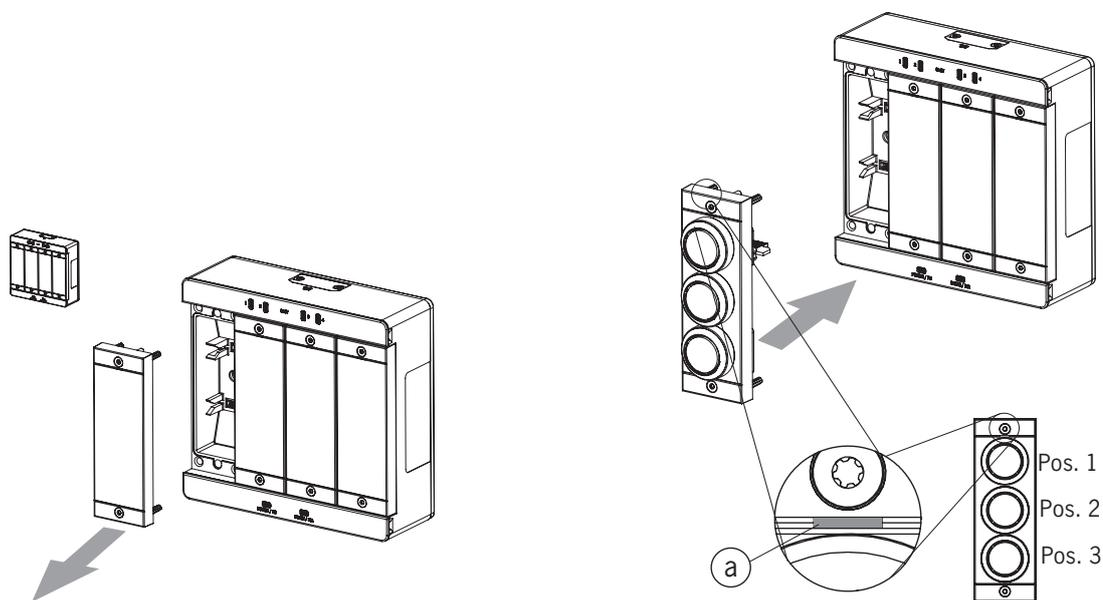

Figura 2: Montaje de un submódulo
- ▶ Tenga en cuenta la orientación del submódulo. Véase la marca (a) en la *Figura 2: Montaje de un submódulo*. Los submódulos también pueden instalarse girados 180°. La marca (a) siempre indica la primera posición de instalación, que en el ejemplo de abajo es la posición del pulsador S1.